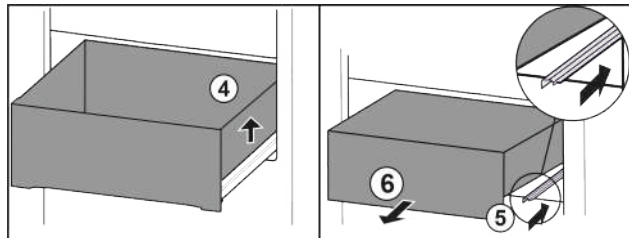

Fig. 14*
- ▶ Підняти висувний ящик праворуч Fig. 14 (4).*
- ▶ Вставити праву рейку Fig. 14 (5).*
- ▶ Вийняти висувний ящик рухом вперед Fig. 14 (6).*